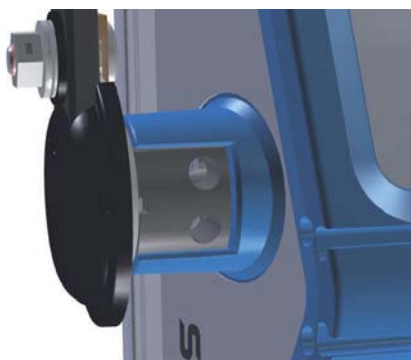

Figure 6: Montage de la lyre
- Insérez les deux connecteurs de la lyre dans leur logement (voir Figure 6).
- Démontez les deux vis Allen de chaque côté du produit (4mm, voir Figure 6).